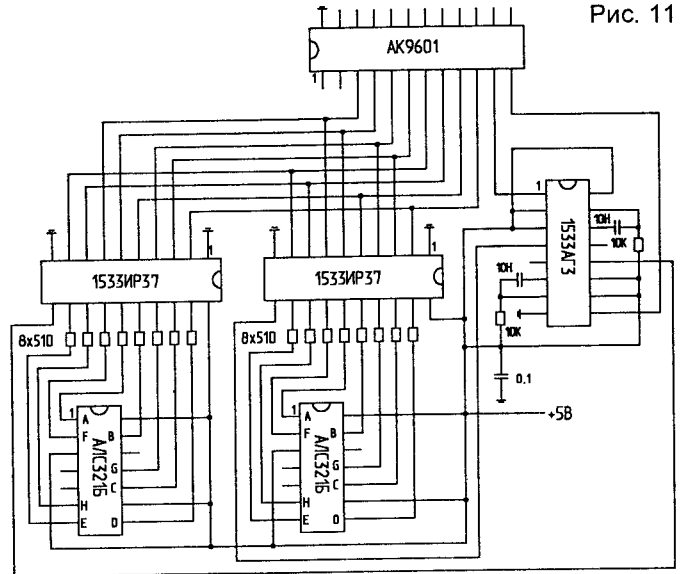

Рис. 11
4.8. M5 — данный бит устанавливается в "0" при использовании для индикации ЖКИ, и в "1" — при выводе информации на светодиодный индикатор (схема подключения светодиодного индикатора приведена на рис.11). При использовании светодиодного индикатора биты L17...L10 и L27...L20 должны быть проинвертированы, т.е. для высвечивания сегмента необходимо соответствующий сегменту бит установить в "0".